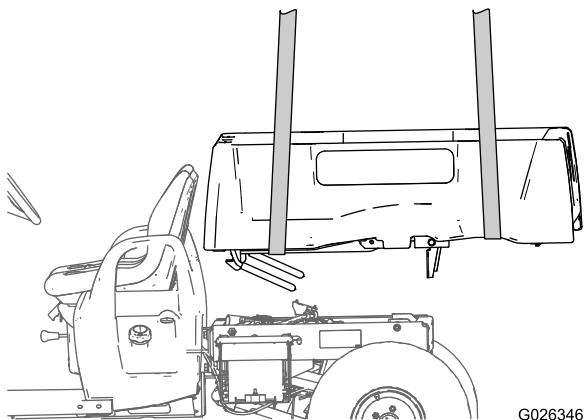

Figura 20
2. Utilizzando l'attrezzatura di sollevamento, sollevate il pianale e posizionatelo sul telaio della macchina, in modo che il gruppo della staffa orientabile sia allineato sul canale del telaio posteriore (Figura 20).